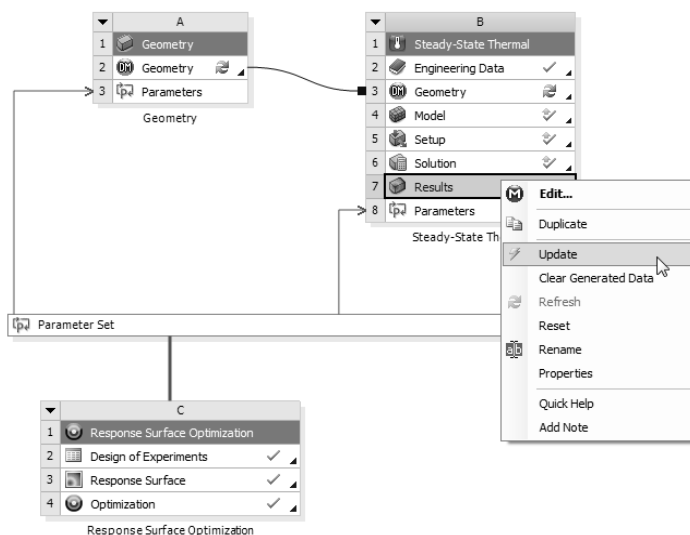

图 12-102 选择【Update】命令
9) 在流程图中选中 B7 栏中的【Results】单元格，单击鼠标右键，在弹出的快捷菜单中选择【Update】命令，更新数据，如图 12-102 所示。